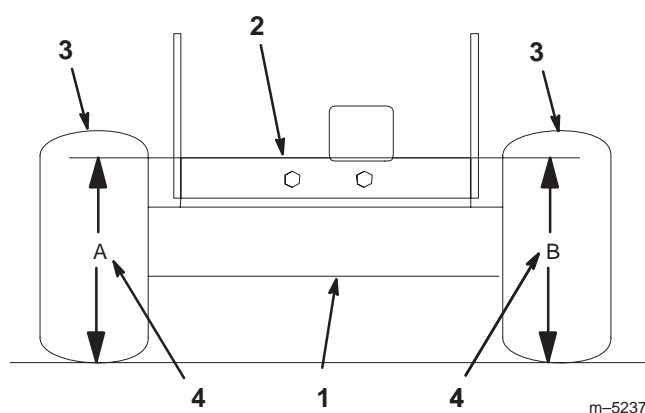

Figure 46
4. Mesurez la hauteur du plancher moteur au point **A** (Fig. 46).
5. Mesurez la hauteur du plancher moteur au point **B** (Fig. 46).